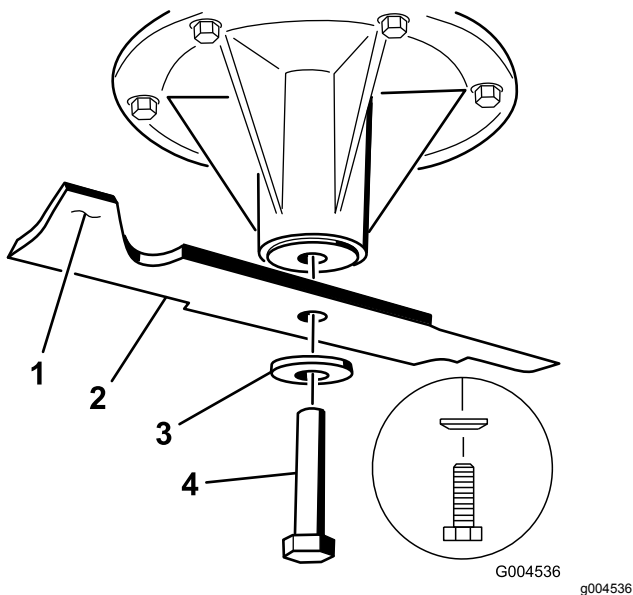

Figura 103
- Togliete il bullone, la rondella curva e la lama dall'asse del fusello (Figura 103).